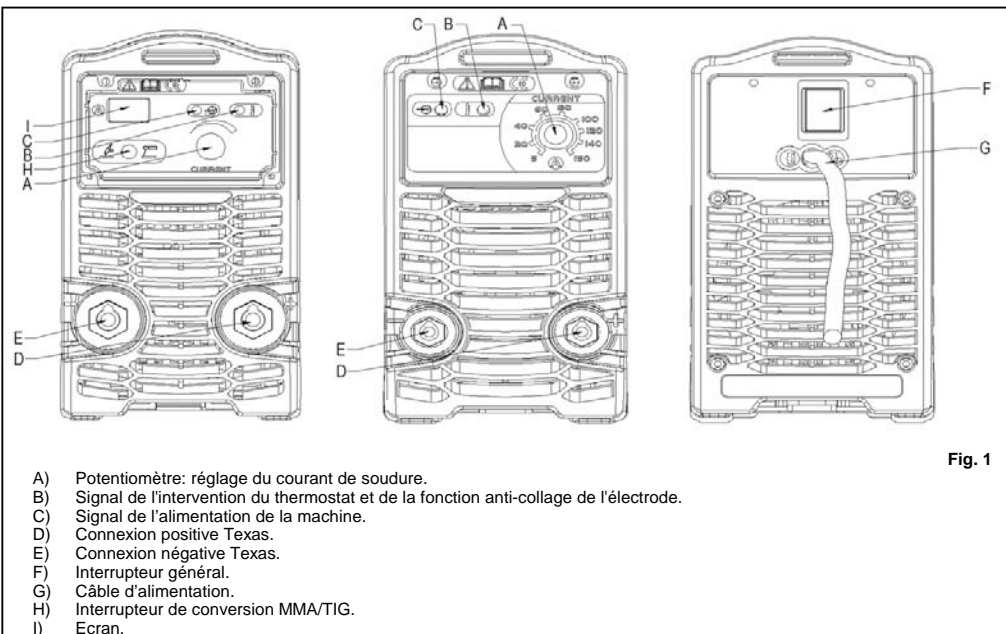

Fig. 1
Si elles se déclenchent (allumage du voyant jaune (B fig. 1), il faut attendre quelques minutes pour obtenir le rétablissement de l'appareil.
- S'assurer que l'interrupteur F (fig. 1) soit sur la position O ou que la fiche du câble d'alimentation ne soit pas insérée dans la prise de courant; relier ensuite les câbles de soudage en respectant la polarité demandée par le constructeur d'électrodes que vous utiliserez.
- Mettre l'appareil sous tension à l'aide de l'interrupteur F (fig. 1).